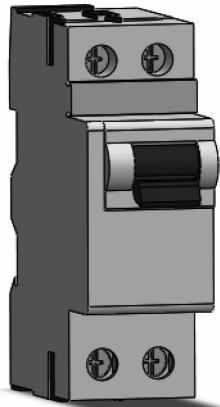

图 12-17 打开零件
**步骤1 打开零件** 打开零件 2P-CB.sldprt，如图 12-17 所示，文件位于 Lesson12\Exercises 文件夹内。